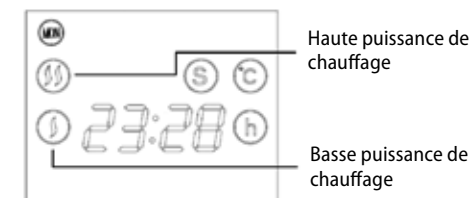

Fig. 3
Un appui sur le bouton (S) règle la puissance de chauffage, en réglant une puissance basse, l'écran affiche (S). En réglant une puissance haute, l'écran affiche (S), voir la Fig. 3.